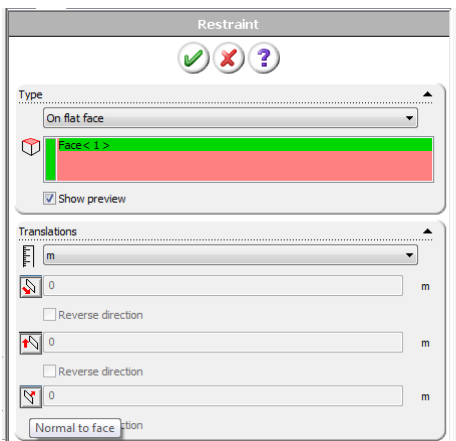
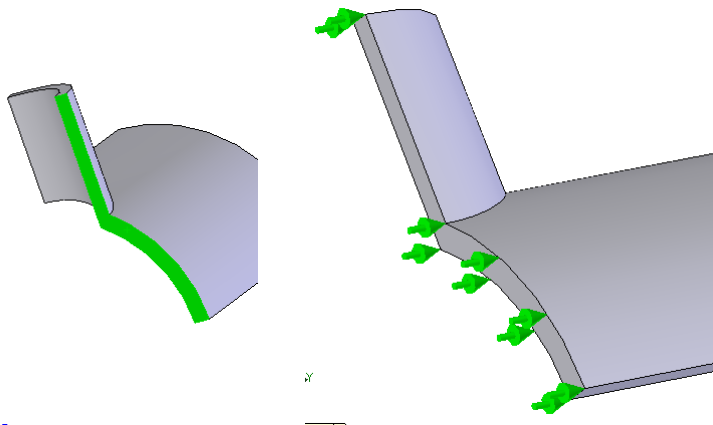

Рис. 1.14. Вибір грані для закріплення
рис. 1.15. Закріплення грані
6. Призначте кінематичні граничні умови - **Restraints**. У даній ситуації це ковзання по площинах симетрії (рівність нулю нормального переміщення на гранях перетинів, що лежать у площинах). Лівою кнопкою миші виділите одну з таких граней, а потім правою кнопкою клацніть по піктограмі **Load/Restraint** Менеджера (рис. 1.14) і виберіть у контекстному меню команду **Restraints** (Закріплення). У вікні **Restraint** назначте тип **On flat face** ( На плоскій грані) і обмежте переміщення в напрямку **Normal to face** (Нормально грані) – рис. 1.15. Після виконання команд: у моделі з'являться зелені стрілки, що символізують наявність на об'ємі кінематичної граничної умови.